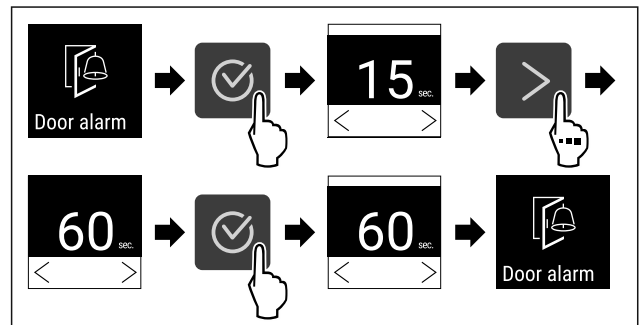

Fig. 96
- ▶ Провести етапи операцій (див. Fig. 96) .